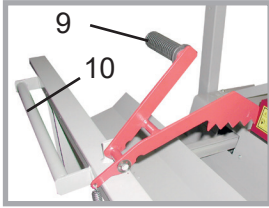

Abb. 14
Fassen Sie mit der rechten Hand an die Holzklammer (9) und drücken Sie die Kralle auf das Holzstück, damit sich das Holz beim Sägen nicht verdrehen kann. Mit der linken Hand fassen Sie an den Wippengriff (10) und drücken die Wippe **gleichmäßig** nach vorne (Abb.14). Das Sägeblatt wird frei und schneidet das Holzstück durch. Das abgesägte Holzstück fällt in den Trichter und wird vom Förderband abtransportiert.